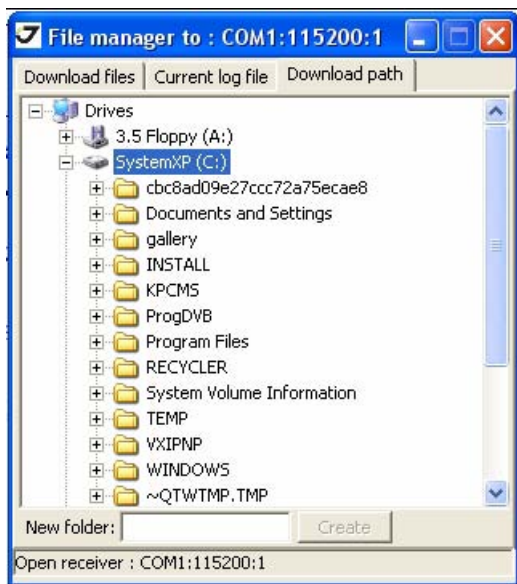

Рисунок 5-2. Закладка Download path
4. Найдите папку или создайте новую (используйте кнопку *Create*) в которую будут выгружаться файлы. (Рисунок 5-2).